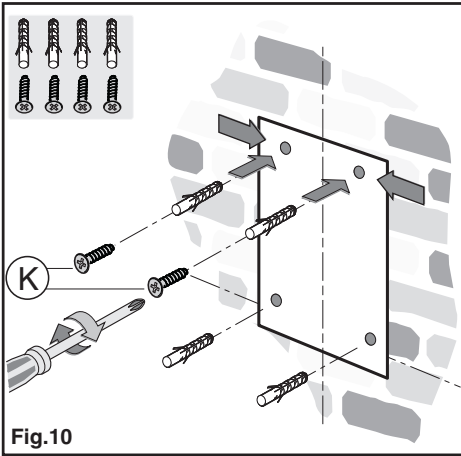

Fig.10
- Segnare ed eseguire i fori di fissaggio (Fig.10).
- Fissare le 2 viti superiori **K** senza avvitare completamente e tasselli ad espansione (Fig.10).